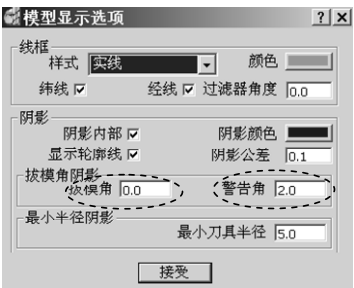

图 1-57 最小拔模角设置
5) 设置最小拔模角: 在 PowerMILL 下拉菜单条中单击“显示”→“模型”, 打开“模型显示选项”对话框。在“拔模角阴影”一栏设置警告角为 2.0, 如图 1-57 所示, 单击“接受”按钮。